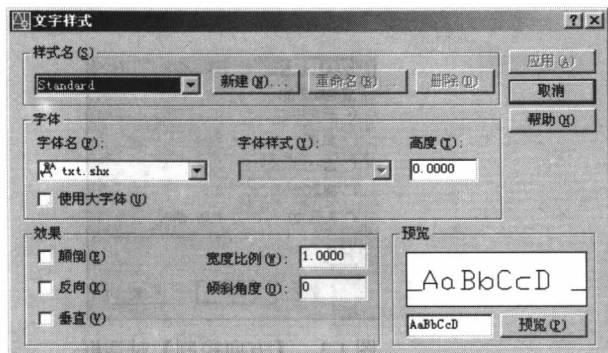

图 1.4 【文字样式】对话框
(1) 利用上面两种方法中的任意一种，打开【文字样式】对话框，如图 1.4 所示。